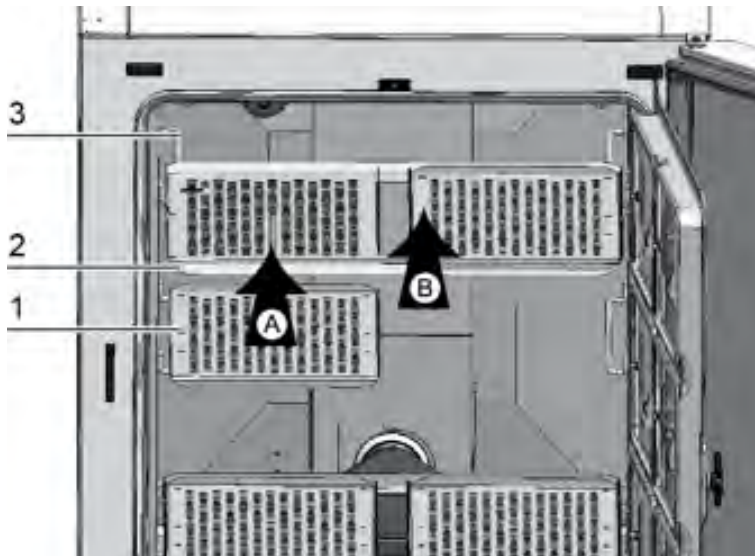

図 4-10. 分割インサートプレートの取付
1. サポートフレーム (図 4-10、2) に両方の棚を取り付けます (図 4-10、1) (ステップ A)。
2. サポートフレーム (図 4-10、2) を取付金具に取り付けます (図 4-10、3) (ステップ B)。